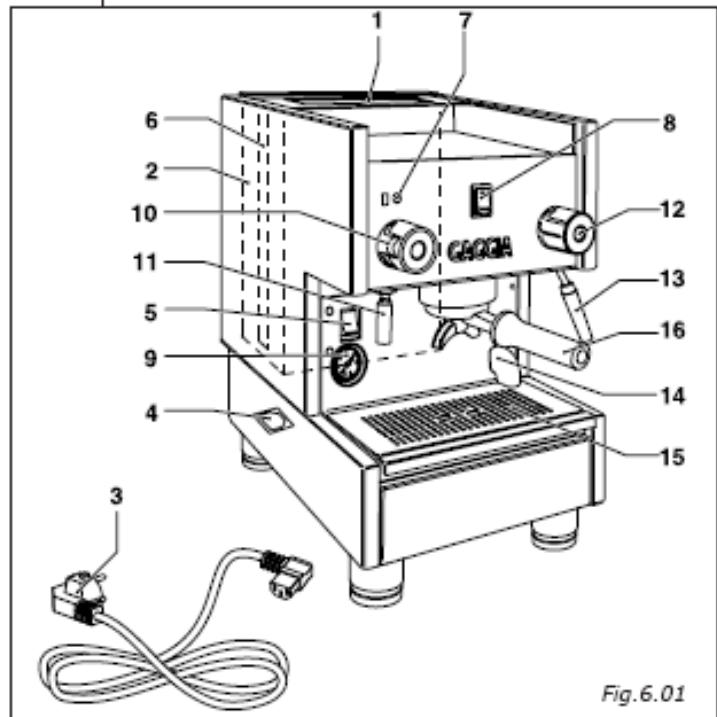
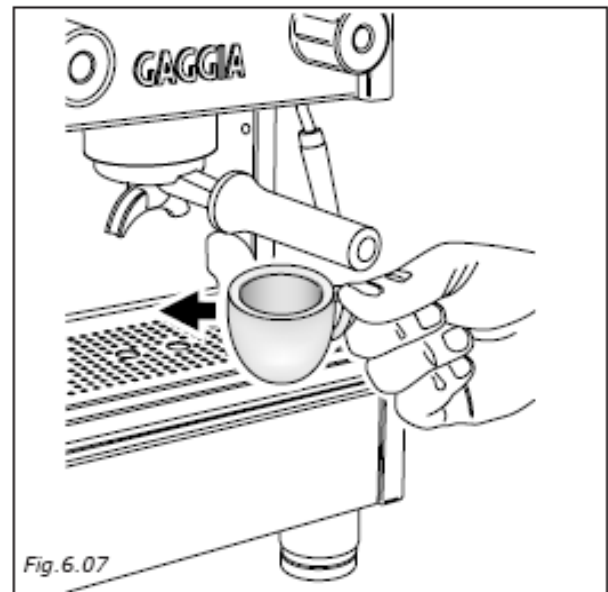

Fig. 6.01
Fig. 6.07
- Die Pegelautomatik setzt sich in Betrieb, und die entsprechende Kontrolllampe bleibt eingeschaltet, (Abb.6.01-Pos.8), bis das Wasser im Kessel den Normalstand erreicht hat. Dieser Vorgang kann, nur beim ersten Aufladen, ziemlich lange dauern und die Maschine blockieren; die Maschine eventuell mit dem Hauptschalter aus- und wieder einschalten (Abb.6.01-Pos.5).
- Warten bis die Maschine den Betriebsdruck erreicht hat ($1,2 - 1,3 \text{ BAR}^*$, auf dem Manometer den Kesseldruck überprüfen (Abb.6.01-Pos.9).
- Ein oder zwei Tassen unter den Filterträger stellen (Abb. 6.07), den Kaffeeschalter (Abb. 6.01-Pos. 8) auf "1" stellen und die Kaffeeausgabe beginnt.